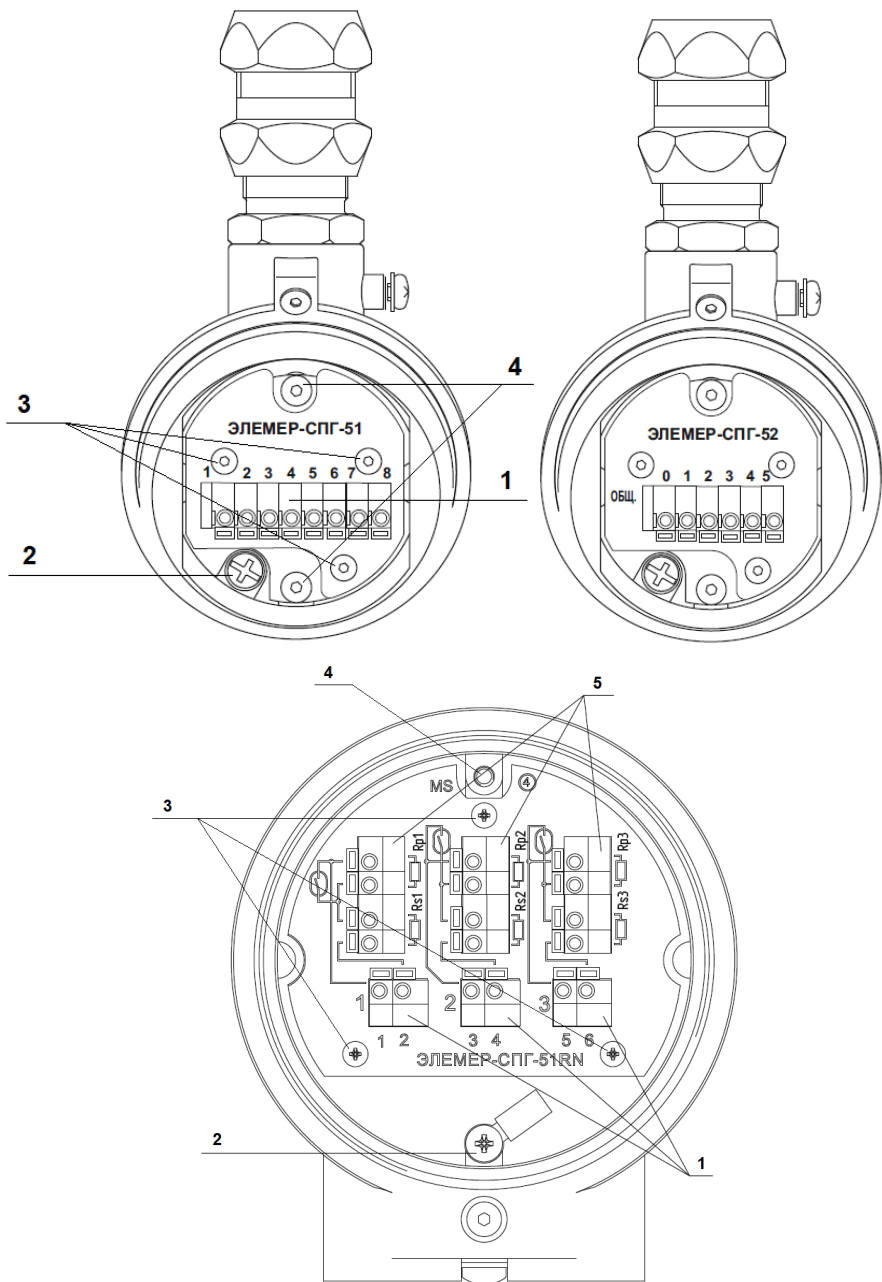

Рисунок 2.1 – Монтажные платы с клеммными блоками
2.3.7 Электрическое подключение сигнализаторов к монтажным блокам (рис. 2.1) должно выполняться в соответствии со схемами, указанными в приложении В.